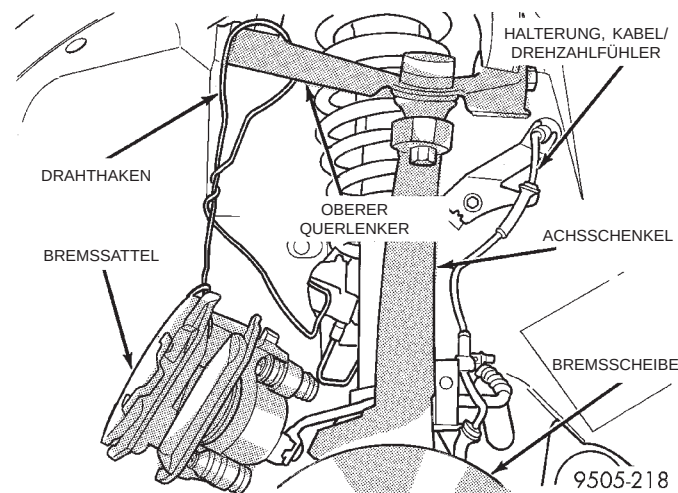

Abb. 80 Bremssattel aufhängen
(5) Bremssattel mit einem Drahthaken am Unterboden aufhängen (Abb. 80). Bremssattel nicht am Brems Schlauch hängen lassen.